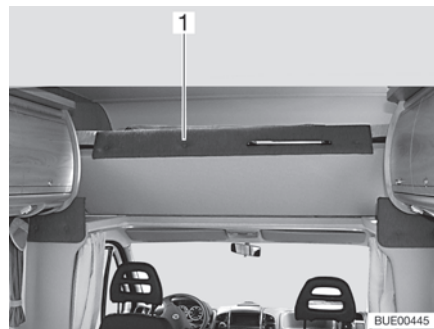

Fig. 102 Cama de alcoba, plegada hacia arriba
- Plegar hacia arriba la cama de alcoba (Fig. 102,1) delante. La cama de alcoba se mantiene en la posición superior mediante resortes por presión de gas.